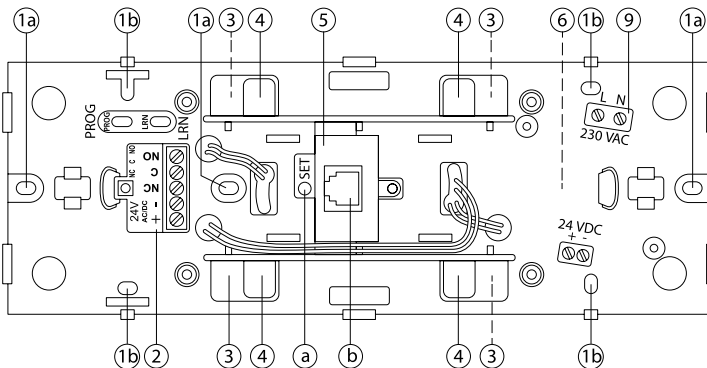

Fig. 11: Aufbau Heatfixx Elektronikbox Unterputz
6.1.2 Aufbau der Heatfixx-Elektronikbox Unterputz (Fig. 11):